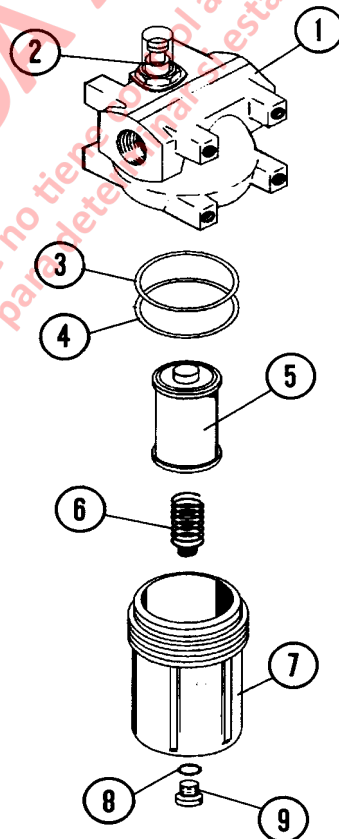

FIGURA 3-8. CONJUNTO DEL FILTRO
El elemento del conjunto del filtro (5, Figura 3-8) se debe reemplazar si el indicador de derivación (2) muestra restricción excesiva del elemento.